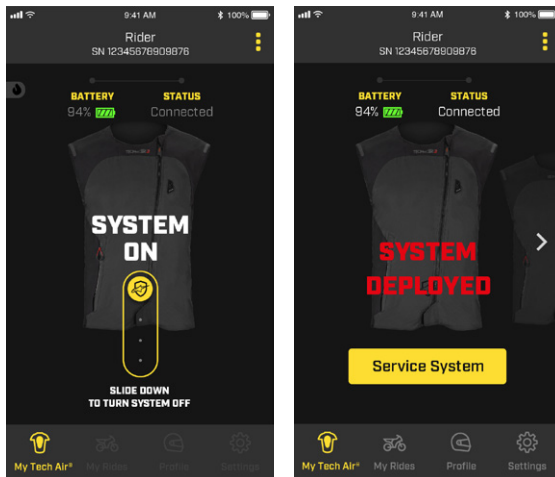

Abbildung 16
2. Greifen Sie auf die elektronische Steuereinheit (ECU) (3) zu, die sich in der rückwärtigen Tasche des Systems befindet.  Abbildung 16